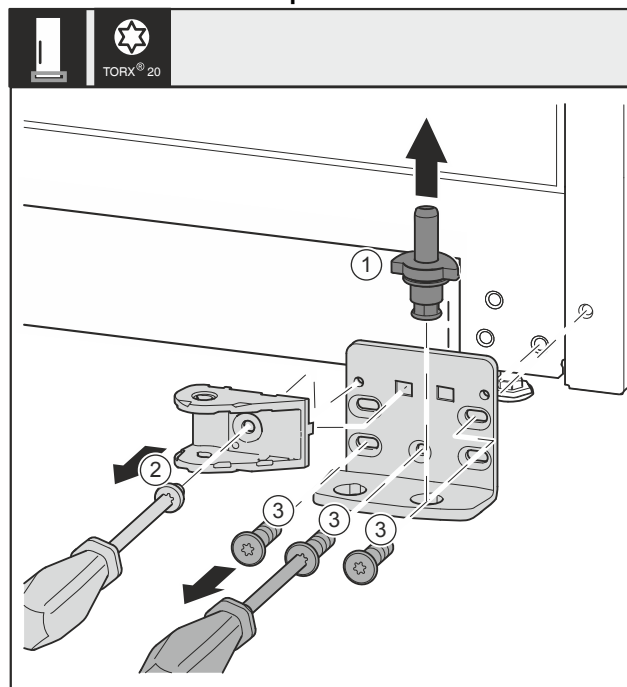

Fig. 31
- Lagerbolzen Fig. 31 (1) komplett nach oben herausziehen.
- Schraube Fig. 31 (2) mit Schraubendreher herausdrehen und Schließdämpferverbindung abnehmen.
- Schrauben Fig. 31 (3) mit Schraubendreher herausdrehen und Lagerbock abnehmen.